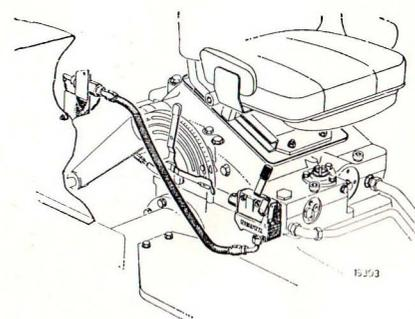

Figure 58
- a) 1 raccordement pour conduit haute pression, 1 distributeur à simple effet (seulement montée et descente) (Fig. 58)